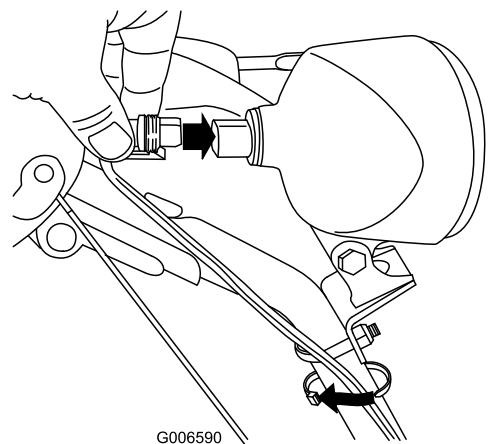

Figura57
6. Introduceți conectorul conductorului drept în partea din spate a farului până când acesta este fixat ferm în poziție (Figura57).